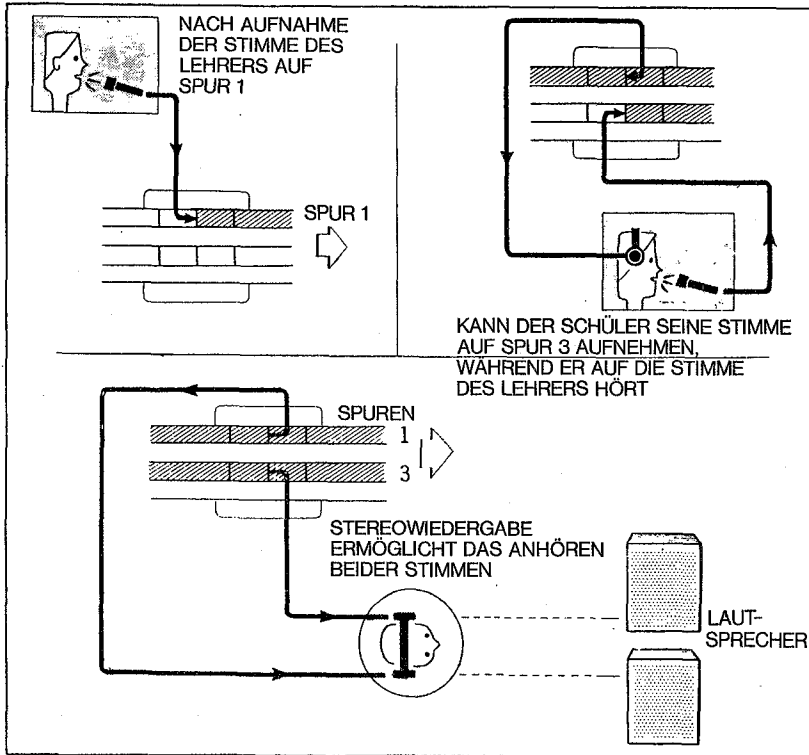

Abb. 8 Ein Beispiel für das Paralleltonverfahren
• Paralleltonverfahren (siehe Abb. 8)